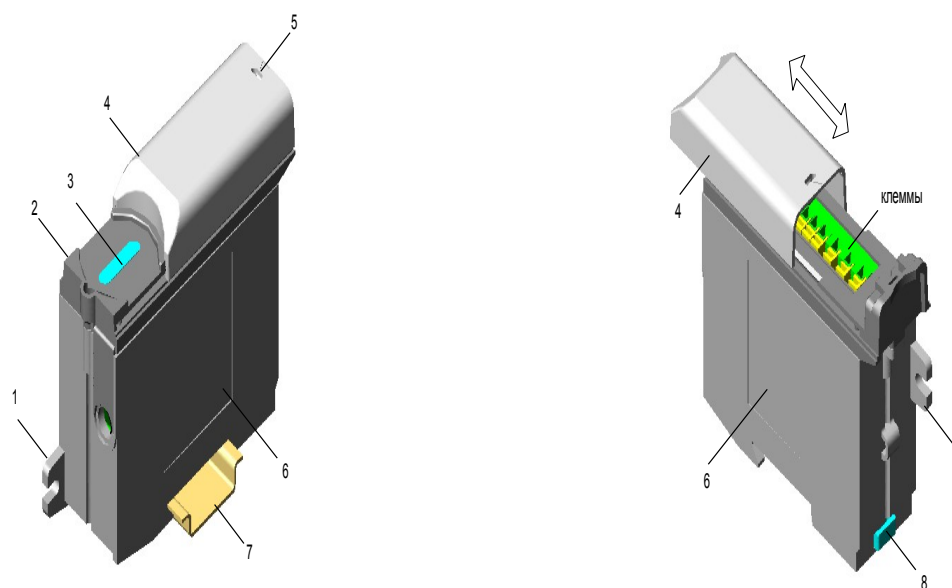

Рис. 5.1 Чертёж общего вида контроллера
Контроллер размещается в корпусе, представляющем собой прямоугольную пластмассовую коробку (рис. 5.1). Коробка контроллеров, предназначенных для наружной установки, заливается компаундом под самую крышку (2), что обеспечивает герметичность корпуса и исключает несанкционированный доступ к электронным компонентам. Контроллер с герметичным корпусом не является ремонтнопригодным прибором и, в случае отказа, подлежит замене. Такой порядок использования контроллера оправдан его относительно низкой стоимостью.
Конструкция контроллера предусматривает следующие варианты его установки (рис.5.1):